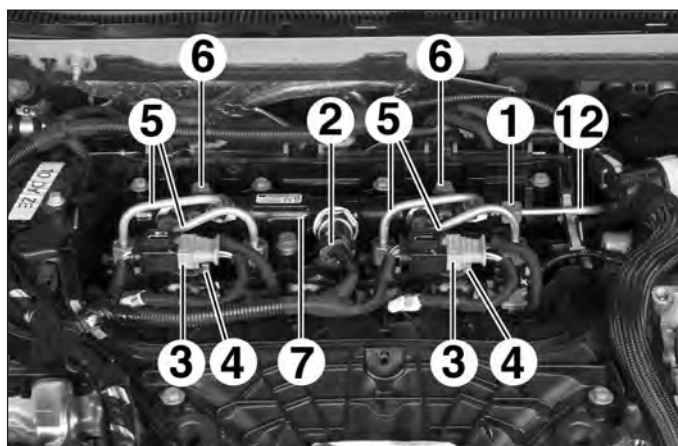
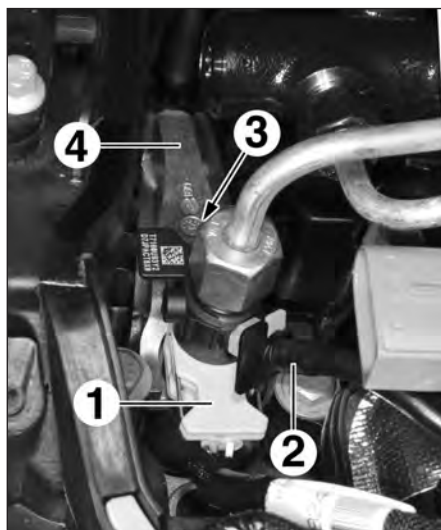

FIG.48
FIG.49
- Desserrer le raccord (1) de la canalisation (12) de la pompe haute pression (Fig.48).
- Déposer la canalisation (12).
- le connecteur (2) du capteur haute pression,
- les connecteurs (3) des injecteurs.
- Déposer les supports (4) du faisceau électrique.
- les canalisations (5),
- les vis (6),
- la rampe (7).
- Déposer la canalisation (5) concernée.
- les connecteurs (1) des injecteurs (Fig.49),
- les tuyaux de retour (2) de carburant des injecteurs.
- la vis (3) de la bride (4) d'injecteur,
- la bride (4).